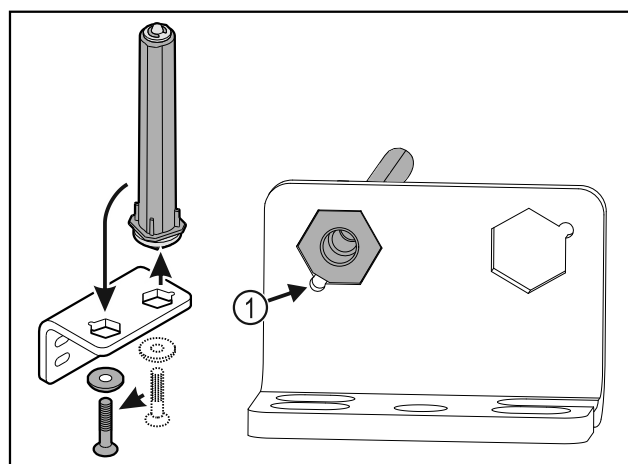

Fig. 36
- Dbejte, aby při vsazování ukazovalo zešíkmení čepu Fig. 36 (1) ke kulatému otvoru.